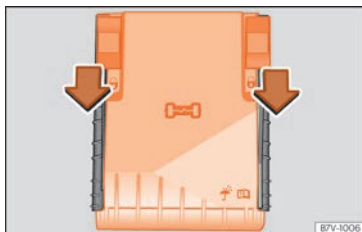

**Fig. 59** En el vano motor: tapa de la caja de fusibles.
- Desplace las pestañas de bloqueo hacia delante, en el sentido que indica la flecha para desbloquear la tapa de la caja de fusibles » **fig. 59**.